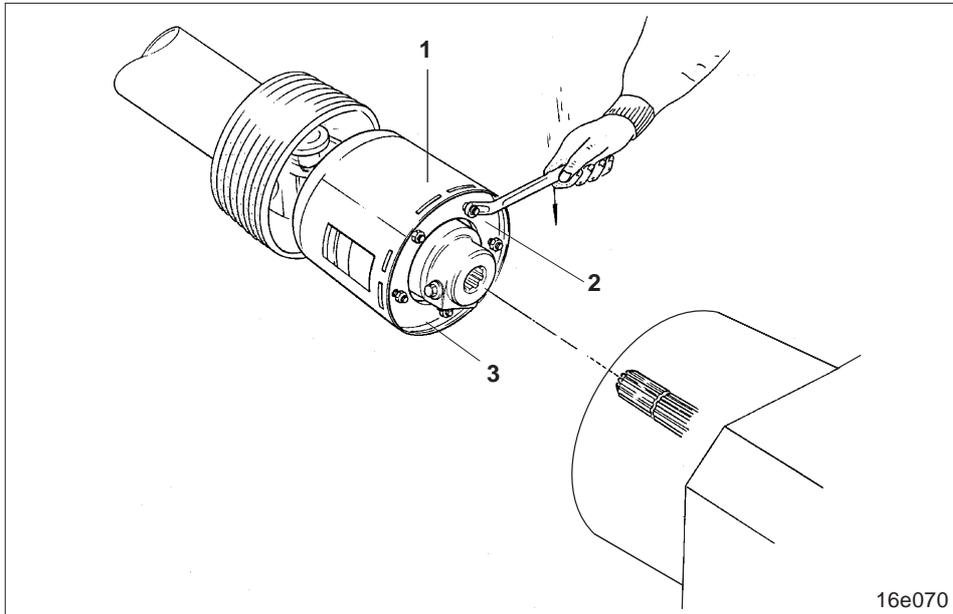

Fig. 19.16
Le limiteur de couple à friction (fig. 19.16/1) est taré en usine, de façon à patiner à 1550 Nm. Lorsque le couple est supérieur, l'effort exercé par la prise de force du tracteur qui est transmis vers l'outil de préparation de sol s'interrompt. Lorsqu'en travaillant dans des conditions de sol très pierreux, le limiteur à friction patine trop fréquemment, le tarage peut être augmenté.
- Serrez l'ensemble des écrous 6 pans (fig. 19.16/2) jusqu'à butée.
- Desserrez à nouveau l'ensemble des écrous 6 pans (fig. 19.16/2) jusqu'à obtenir un jeu de 5 mm environ entre les écrous et le plateau de pression (fig. 19.16/3).